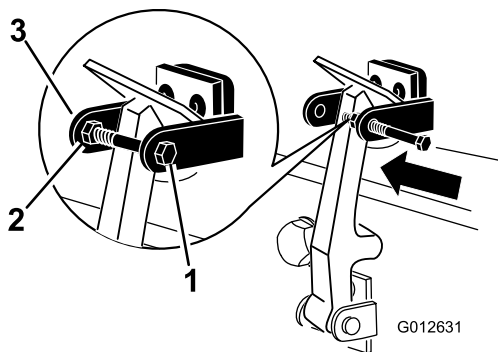

Figure 6
8. Vissez le boulon dans l'autre bras du support de loquet du capot pour bloquer le loquet en position (Figure 6). Serrez le boulon mais pas l'écrou.